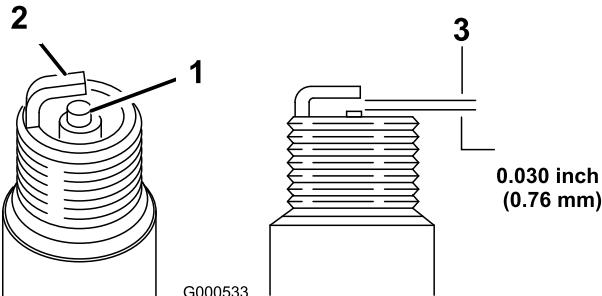

Figure 33
2. Contrôlez l'écartement entre l'électrode centrale et l'électrode latérale (Figure 33). Courbez l'électrode latérale (Figure 33) si l'écartement est incorrect.
1. Examinez le centre de la bougie (Figure 33). Si le bec de l'isolateur est recouvert d'un léger dépôt gris ou brun, le moteur fonctionne correctement. S'il est